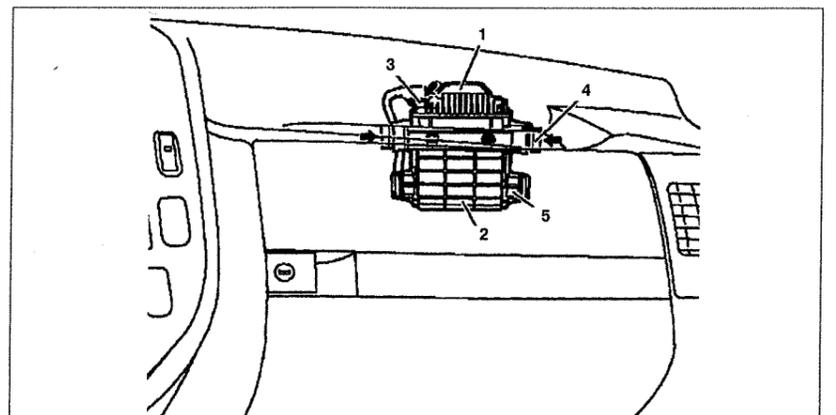

Рис. 4.58. Блок управления электронной системой управления впрыском топлива:
2. Отсоедините разъем 1 от блока управления 2, слегка нажав пружину 3 (см.рис.4.58).